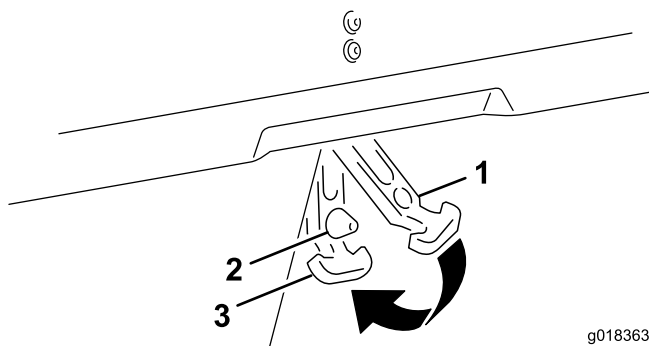

Figure 14
7. Alignez le trou de l'attache en caoutchouc du couvercle sur la tige du couvercle (Figure 14).
8. Fixez l'attache en caoutchouc du couvercle au bout de la tige du couvercle, comme montré à la Figure 14.